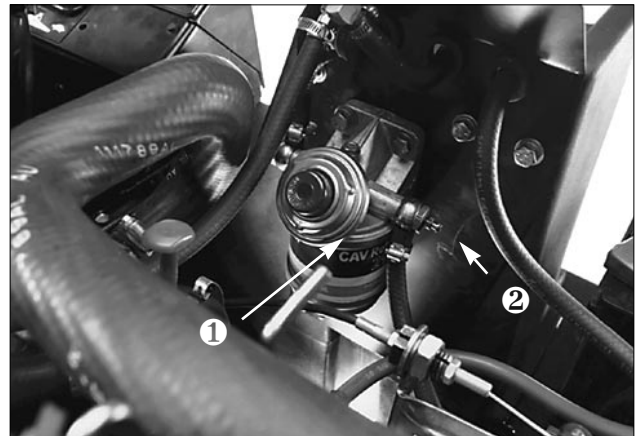

Bild 19
ANSAUGEN DES KRAFTSTOFF-SYSTEMS (Bild 19 & 20)
3. Die Entlüftungsschraube am Kraftstofffilter/Wasserseparator (Bild 19) lösen. Den Ansaugstößel solange pumpen, bis ein ununterbrochener Strom von Kraftstoff aus dem Loch der Entlüftungsschraube fließt. Sobald der Kraftstoff nicht mehr schäumt, die Entlüftungsschraube während eines Abwärtshubs des Saugstößels wieder festziehen. Alle Verschüttungen aufwischen.